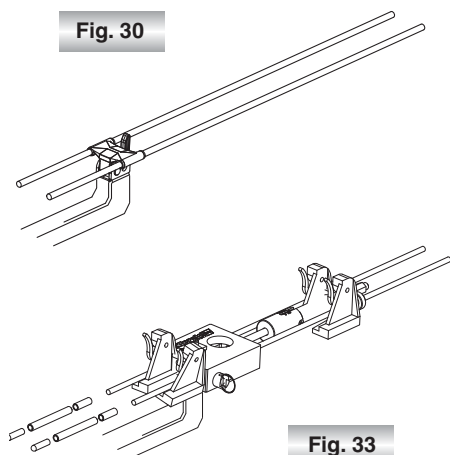

Fig. 30
- 1) Infilare l'estremità dei due cavi nel secondo ancoraggio d'estremità Fig 30. Se necessario, tagliare i cavi a una distanza di circa un metro oltre il secondo ancoraggio d'estremità.